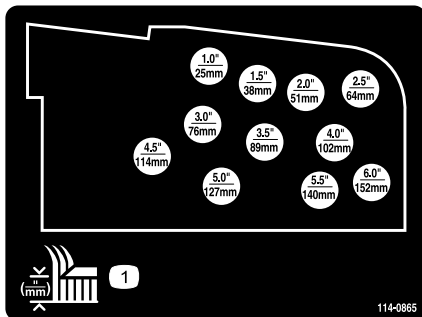

図 25
6. ヘアピンコッターとクレビスピンを使って、希望する刈高穴（図 25）に、刈高チェーンを取り付ける。